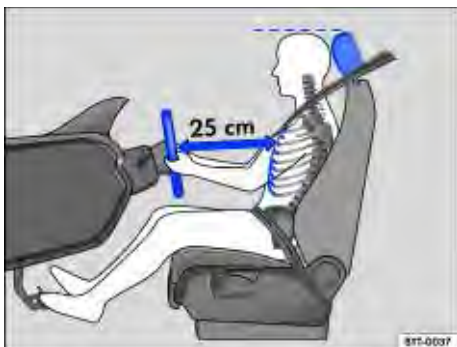
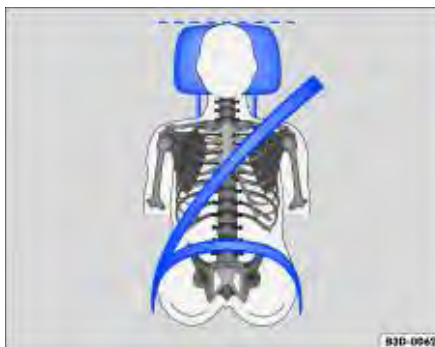

Fig. 35 A distância correta entre o condutor e o volante deve ser de, no mínimo, 25 cm.
Fig. 36 Posição correta do cadarço do cinto de segurança e ajuste correto do apoio para cabeça.
- Ajustar o banco de modo que a distância entre ele e o tórax tenha no mínimo 25 cm ⇒ Fig. 35 e que o condutor possa segurar o volante pela borda externa com as duas mãos e os braços ligeiramente dobrados.
- Para os bancos com apoio para cabeça: ajustar o apoio para cabeça de modo que a sua borda superior se encontre preferencialmente na mesma linha da parte superior da cabeça ⇒ Fig. 35 e ⇒ Fig. 36 – porém não abaixo da altura dos olhos. Posicionar a parte posterior da cabeça o mais perto possível do apoio para cabeça.